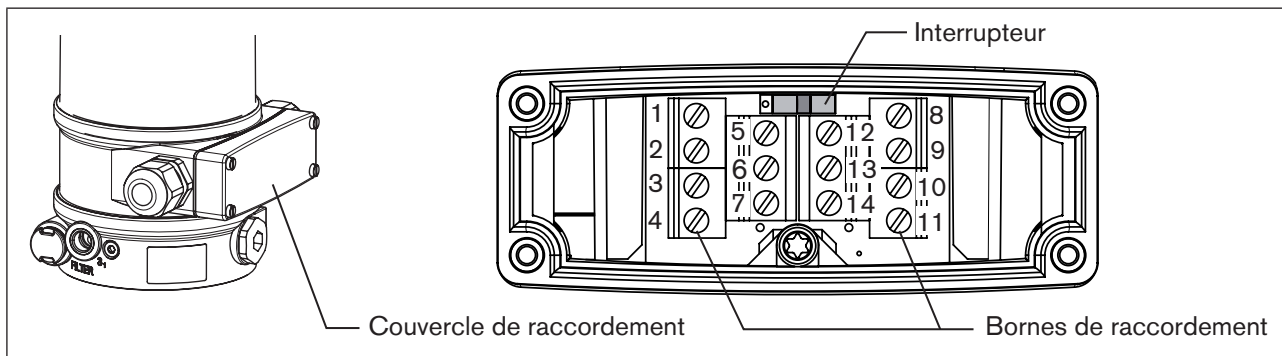

Figure 32 : Raccord passe-câble à vis
** L'interrupteur se trouve sous le couvercle de raccordement (voir « Figure 32 : Raccord passe-câble à vis »)